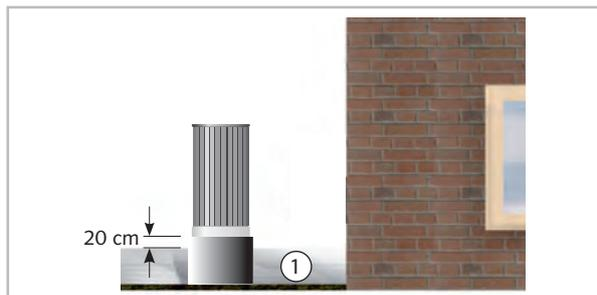

Fig. 24: Protection contre la neige
- Si vous placez le module externe à un emplacement très venté, vous devez le protéger du vent et des moyens de stabilisation supplémentaires sont recommandés. Cela peut être réalisé par exemple avec des câbles métalliques ou d'autres constructions. Vérifiez les limites d'enneigement (Voir la Fig. 24).
- Veillez, lors de l'installation, à la hauteur d'enneigement attendue et prévoyez un espace d'env. 20 cm permettant, toute l'année, l'aspiration et la soufflerie de l'air extérieur (Voir la Fig. 24).